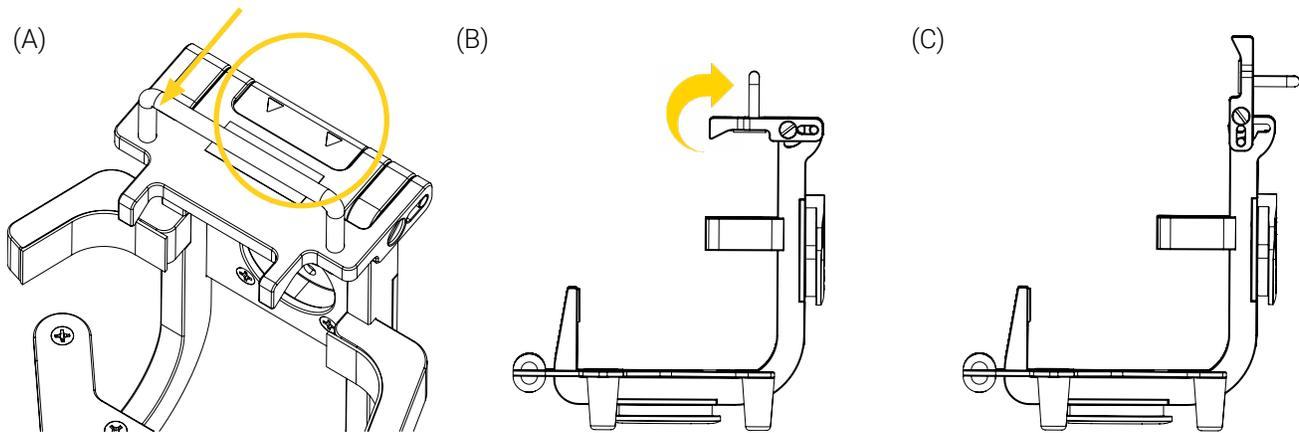

Figure 5: Déverrouillage et ouverture du support
1. Appuyer et maintenir enfoncé le bouton à déclenchement rapide du support (Figure 5 A), puis basculer le dessus vers l'arrière (Figure 5 B et Figure 5 C).